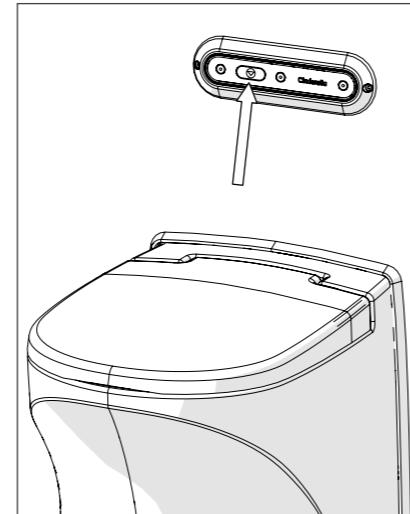

Abbildung 3
6. Drücken Sie die Starttaste (Abbildung 3). Wenn die Luke geschlossen ist, beginnt die Verbrennung. Die Toilette ist wieder bereit für einen neuen Besuch.